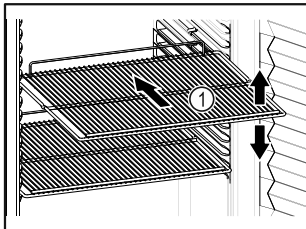

Fig. 71 Representación a modo de ejemplo
- ❑ Si los estantes de rejilla Fig. 71 (1) se pueden colocar en distintas posiciones, ajustarlos en altura.